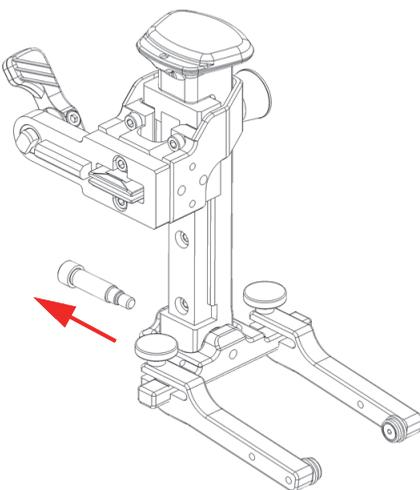

Figure 2-21 Retrait de la vis de l'axe rotatif de la fourche
4. Retirez la vis de l'axe rotatif de la fourche à l'aide d'une clé hexagonale de 2,5 mm (Figure 2-21 à la page 57).